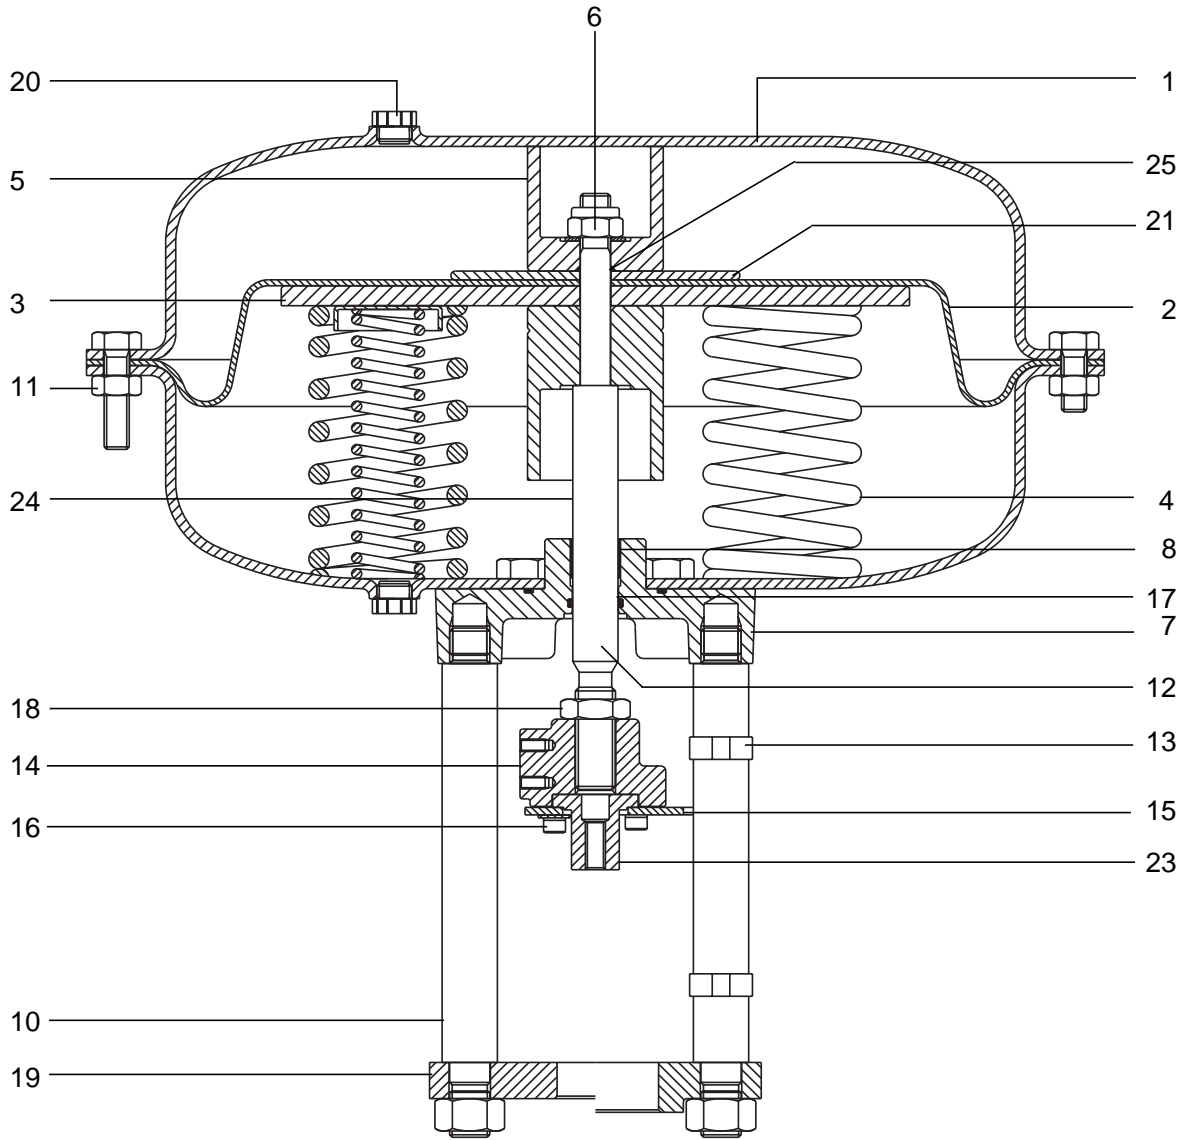

Fig. 10 Actuadores serie PN 6500, PN 6600
6.2.1 Kit Diafragma - Cómo Instalarlo (Ver Fig. 10) Desmonte el actuador de la válvula cómo se describía en la Sección 4.1. Todos los demás detalles como en el 6.1.1 anterior.
6.2.2 Kit Resorte - Cómo Instalarlo (Ver Fig. 10) Desmonte el actuador de la válvula cómo se describe en la Sección 4.1. Todos los demás detalles como en el 6.1.2 anterior.